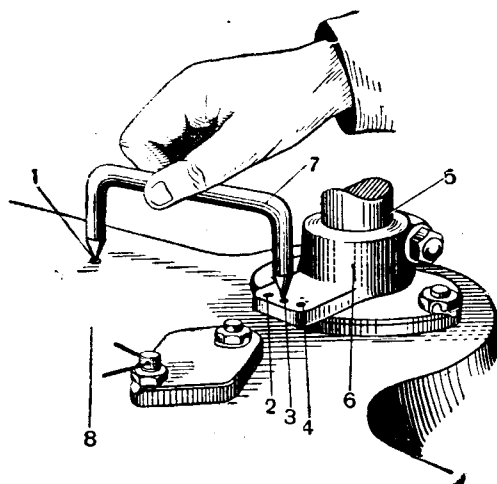

Рис. 48. Проверка регулировки привода скобой:
3. Последовательно проверить нейтральное положение всех валиков управления, устанавливая контрольную скобу 7 (рис. 48) одним остриём на исходный керн 1, другим на средний керн опорного сектора 6 валика управления 5. Второе остриё скобы должно точно совпасть со средним контрольным керном 3, нанесённым на риске опорного сектора валика управления.